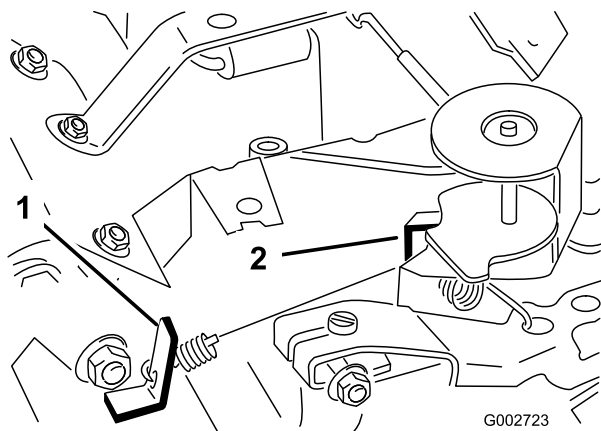

図 38
3. 長足アイドル・スプリング・アンカーの耳(図 38)を曲げて、エンジン速度を 1725 $\dot{\text{r}}\text{pm}$
5. スロットル・コントロールをFAST位置とする。高速アイドル・スプリング・アンカーの耳(図 38)を曲げて、エンジン速度を 3400 $\pm$ 50 RPM に調整する。